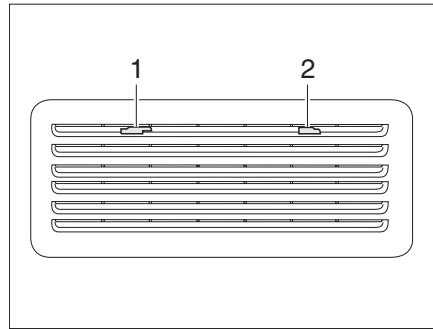

Fig. 266 Rejilla de ventilación del frigorífico (Thetford)
- Deslizar el bloqueo (Fig. 266,1) hacia el centro.